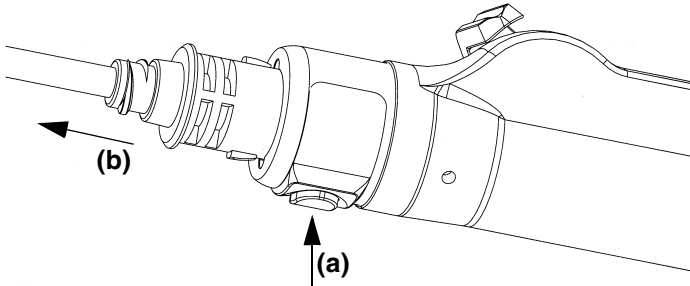

图 4： 拆除刀片
4. 要拆除刀片，按下手持机上的快速松开按钮 (a) 并退出刀片 (b)。(参见图 4。)